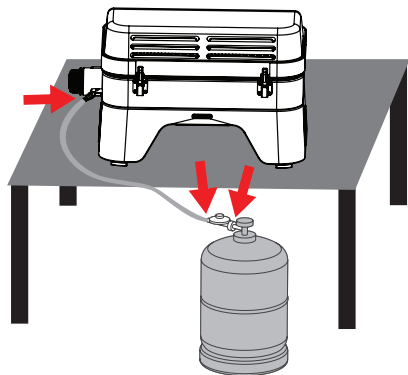

FIG. 5
- Que le tiroir récupérateur de graisse soit bien mis en place dans son logement et qu'il soit bien positionné à fond jusqu'à la butée (Fig. 5).